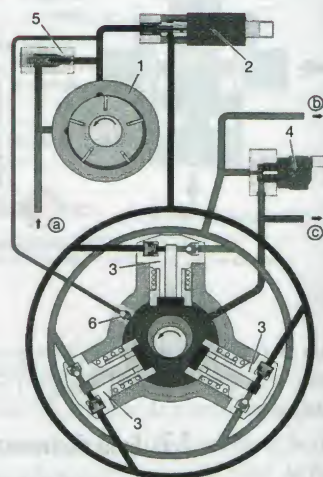

Figure 84.5. Vue du circuit interne de la pompe haute pression Siemens (Doc. Siemens).
Cette pompe ressemble à la pompe Bosch à 3 pistons mais intègre une pompe d'alimentation à palettes et son régulateur de pression (5) (comme Delphi Diesel), ainsi qu'un contrôle continu de la quantité de carburant envoyé à l'aspiration par une valve (2) afin de limiter l'échauffement du carburant (fig. 84.5).